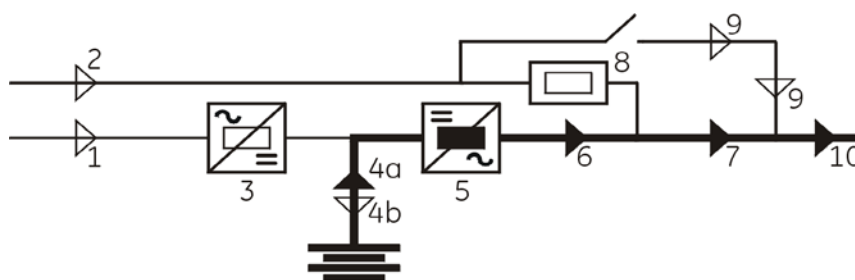

Рисунок 1. ЖК-дисплей отражает информацию автономной работы «работа от батареи»
7.4. При работе УБП в режиме преобразования от батареи, на ЖК-дисплее отображается информация режима автономной работы УБП (рис. 1).